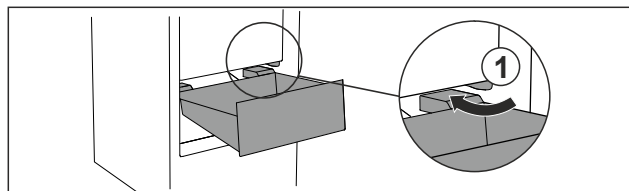

Fig. 93
- ▶ Обойдите стопор Fig. 93 (1) выдвижного ящика под наклоном.